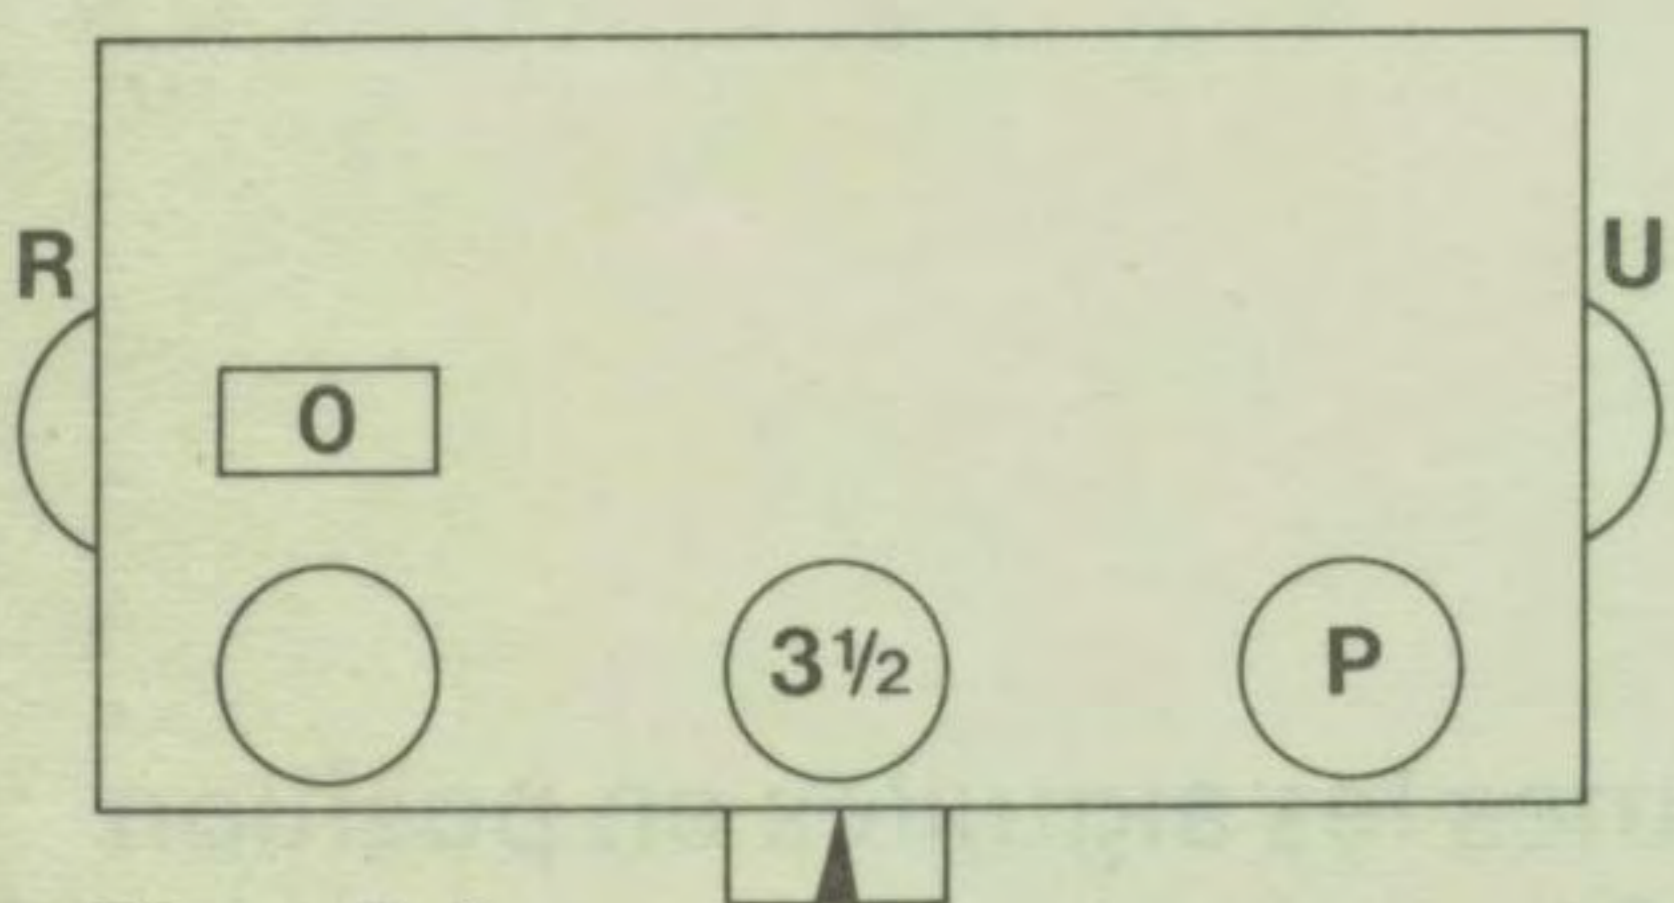

Fig. 64
- Disques latéraux sur R et U, Fig. 64.